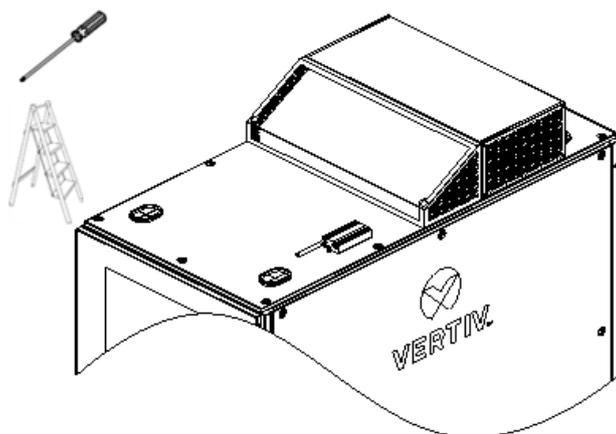

図 2-24 キャビネット上部に GSM MODEM を取り付ける
3. キャビネット上部に GSM MODEM を内蔵アダプタと共に取り付ける(図 2-24)。